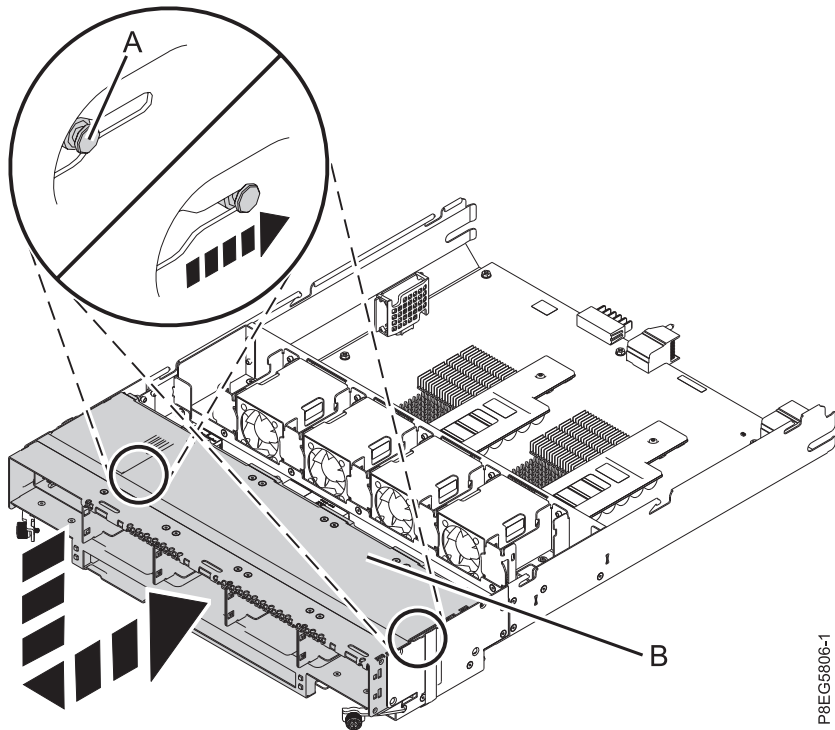

Figura 14. Sustitución de la placa posterior de la unidad de disco
2. Deslice la placa posterior de la unidad de disco (**B**) en su posición en el conjunto de RAID. Asegúrese de que las clavijas (**A**) de la parte inferior de la placa posterior de la unidad de disco se insertan en las ranuras del conjunto de RAID. Consulte la Figura 14 en la página 15.